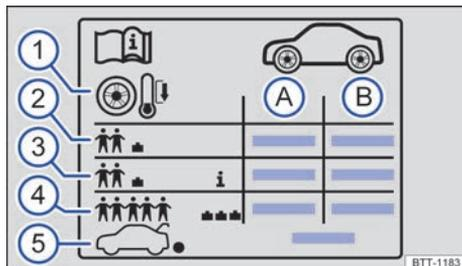

Fig. 242 Símbolos en el adhesivo de la presión de inflado de los neumáticos.
Datos que figuran en el adhesivo de la presión de inflado de los neumáticos → **fig. 242**:
En función del vehículo, el adhesivo de la presión de inflado de los neumáticos puede incluir una presión de inflado de confort → **fig. 242** ②. La presión de inflado de confort permite aumentar el confort de marcha. Cuando se circula con la presión de inflado de confort, puede que se incremente el consumo de combustible. ▶